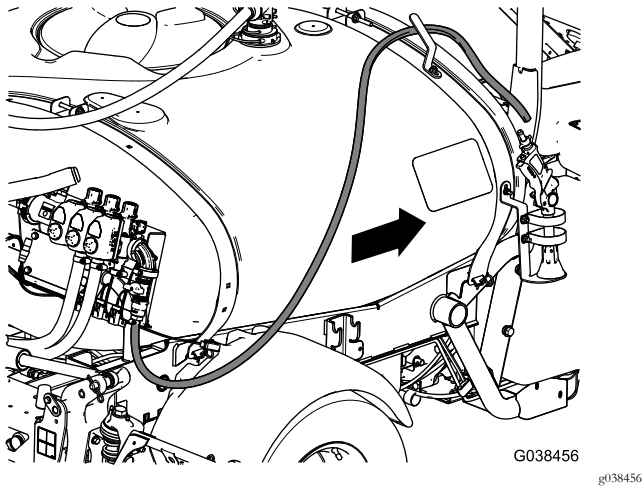

Bild 93
6. Verlegen Sie den Zulaufschlauch nach vorne entlang des Sprühbehälters zur Spritzpistolenhalterung und befestigen Sie den Schlauch mit den drei Kabelbindern am Behälterrahmen (Bild 93).